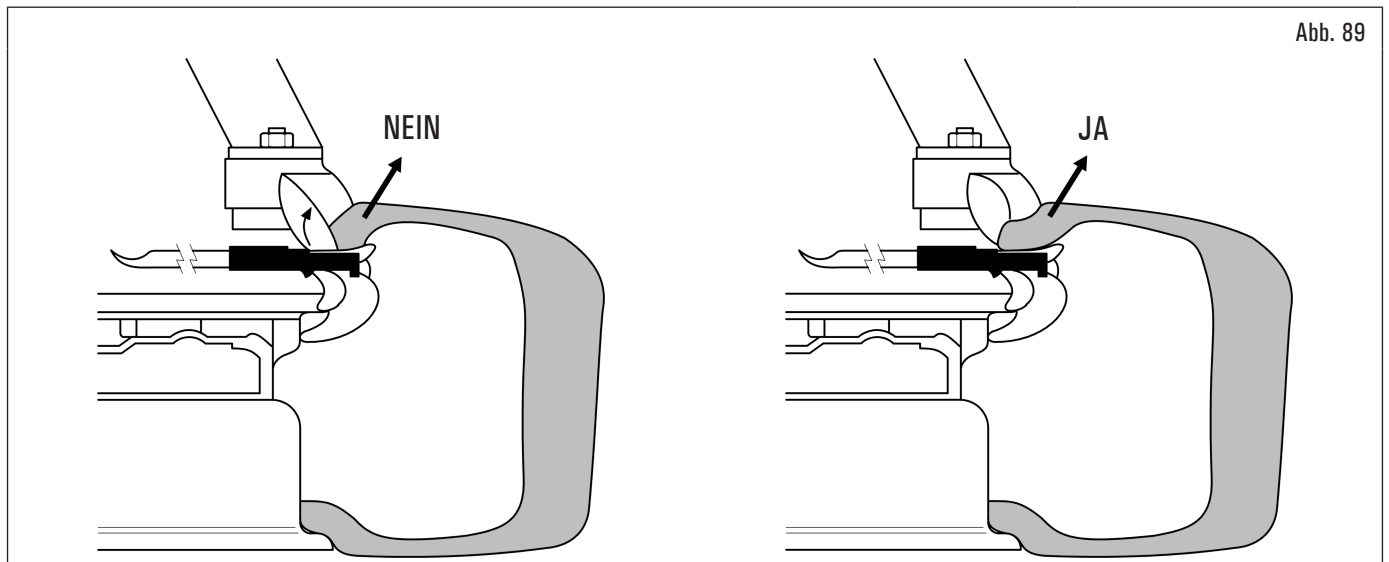

Abb. 89
11. halten Sie den Hebel fest und führen Sie eine kurze Drehung der Spindel gegen den Uhrzeigersinn aus, um die korrekte Positionierung des Wulstes auf dem Hebel selbst zu erleichtern. Die Lippe des Wulstes in dem Teil, der mit dem Hebel in Kontakt kommt, muss zum Bediener und nicht zur Innenseite des Reifens zeigen (siehe Abb. 89);